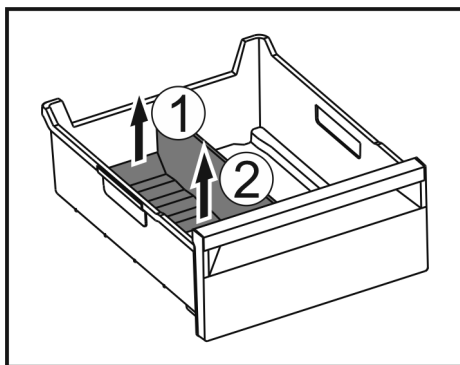

Fig. 184
- Dvignite zadnji del pregrade predala za led. Fig. 184 (1)
- Pregrado predala za led odstranite navzgor. Fig. 184 (2)